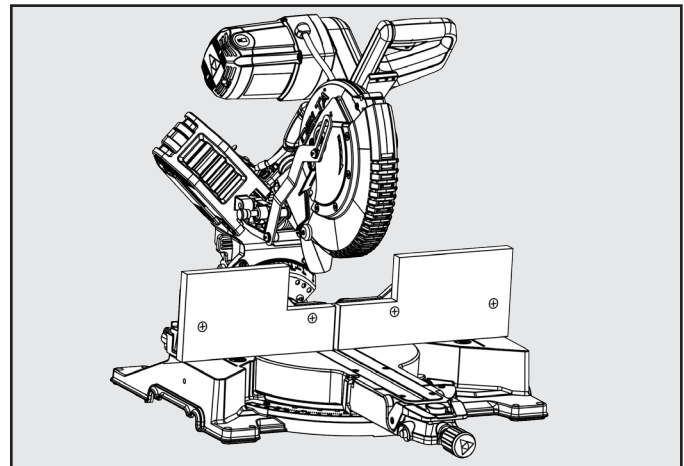

Figura 24
2. Coloque la madera de la guía tope auxiliar contra la guía tope de la sierra ingletadora. Consulte la Figura 24. La altura máxima para esta madera no deberá exceder 5,5". Asegúrese de que la guía tope auxiliar no entre en contacto con el cabezal de la sierra y compruebe que el cabezal de la sierra esté en la posición completamente hacia ABAJO y RETRAÍDO.